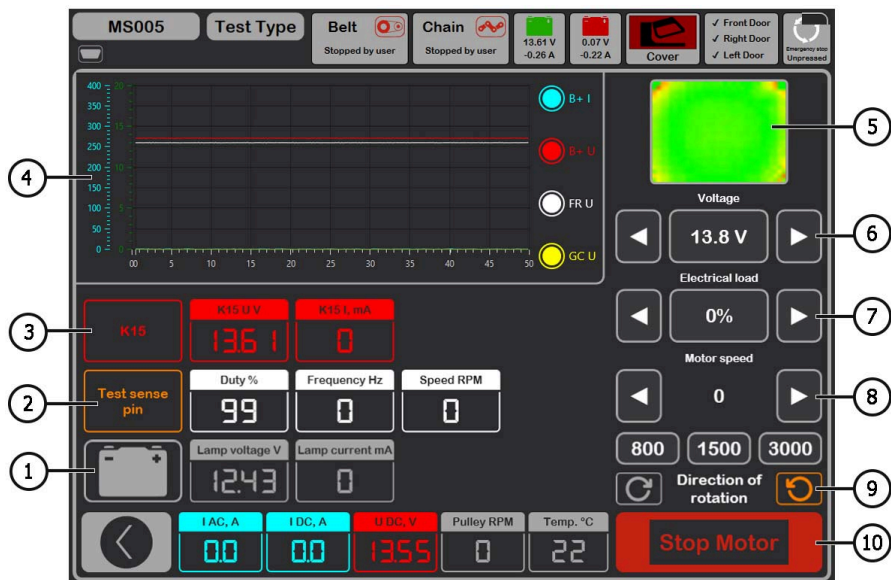

Рисунок 23. Меню режима проверки генератора
В режиме диагностики любого типа генератора на экране может отображаться следующая информация (рис. 23):
4.2. Если в генераторе предусмотрена контрольная лампа, то должен загореться индикатор контрольной лампы (см. рис. 23 поз.1).